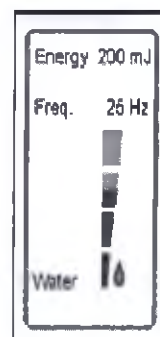
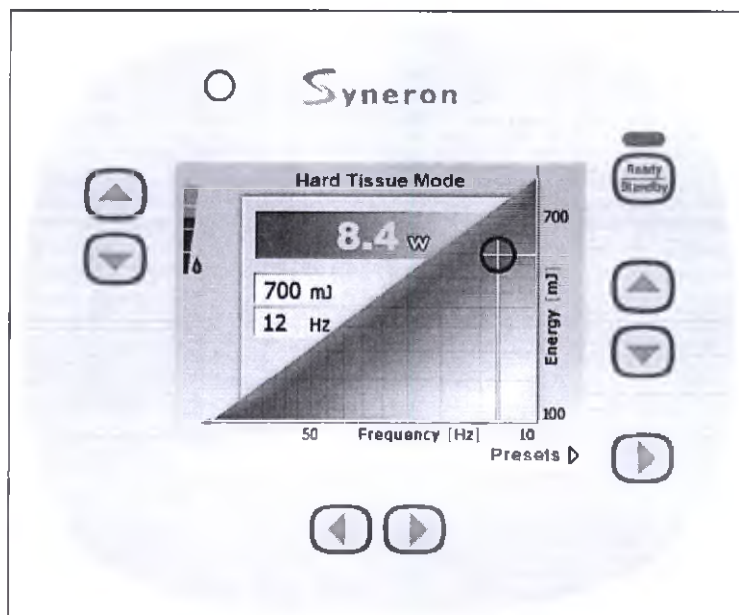

Рисунок 11.3: Панель параметров
Рисунок 11.4: Главный рабочий экран
3. Как только выбрана заданная настройка, её параметры работы по умолчанию появляются на панели с левой стороны экрана (см. Рисунок 11.3):
4. Нажмите экранную клавишу **Go (Вперёд)** ►; на экране появиться **Main Operating (Главный Рабочий)** экран (см. Рисунок 11.3).
Main Operating (Главный рабочий) экран (см. Рисунок 11.4) показывает выбранные заданные рабочие параметры, они также появятся на панели **Operating Parameters (Рабочих параметров)** (см. Рисунок 11.3).
Удаленная заданная настройка может быть не удалена, или "повторно сохранена" обратно в режим активации. Для этого, выберите требующиеся параметры на Main Operating (Главном Рабочем) экране (см. Рисунок 11.4), вернитесь на экран Main Menu (Главного меню) и – в то время когда выбрана удаленная (затенённая) настройка - нажмите экранную клавишу Save a (Сохранить); удаленная настройка будет повторно сохранена с новыми параметрами по умолчанию.
Рабочие параметры, показанные на **Main Operating (Главном рабочем)** экране (см. Рисунок 11.4) будут теми, которые были сохранены в настройке.
2. Нажмите экранную клавишу **Ok ► (Подтверждено)** для подтверждения и возврата к экрану; появятся новые параметры на панели **Operating Parameters (Рабочих параметров)** выбранной настройки (см. Рисунок 11.3).